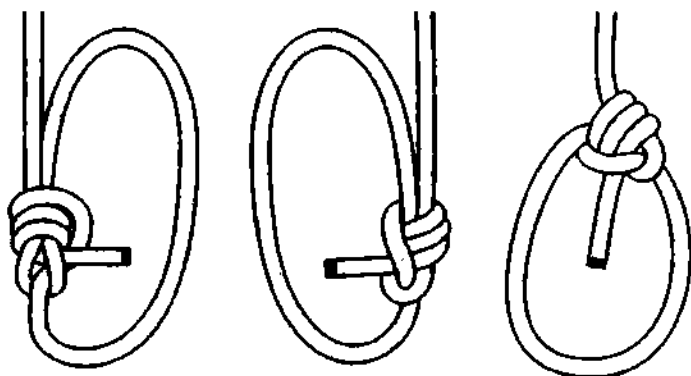
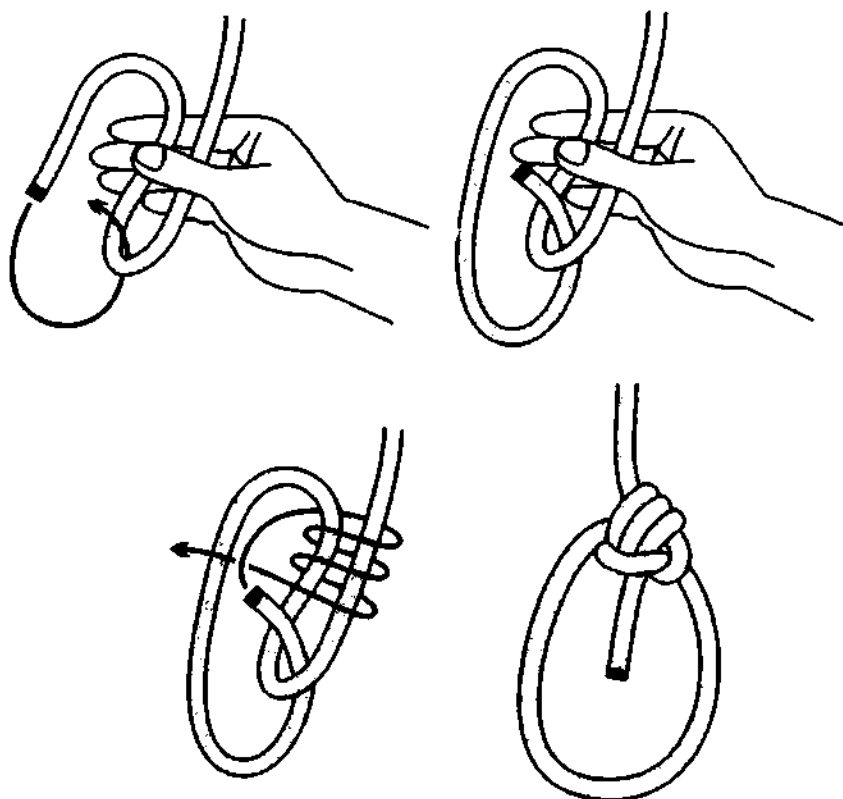

Рис. 340. Брам-шкотовая петля.
Рис. 341. Завязывание брам-шкотовой петли. Количество шлагов может быть от 2 до 5.
**Брам-шкотовая петля** – ещё один родственник **беседочному, казачьему и шкотовому узлам** (рис. 340). **Брам-шкотовая петля** легко запоминается и быстро вяжется (рис. 341). Петля очень надёжная и крепкая, особенно на мягких верёвках. Узел не ослабляет верёвку и после любой нагрузки без труда развязывается, так как плечо петли, выходящее из верха узла, старается, как бы вывернуть узел и тем самым не позволяет ему туго затянуться. Плечи великолепно выдерживают нагрузку, даже если она направлена в разные стороны под углом в  $180^\circ$ .